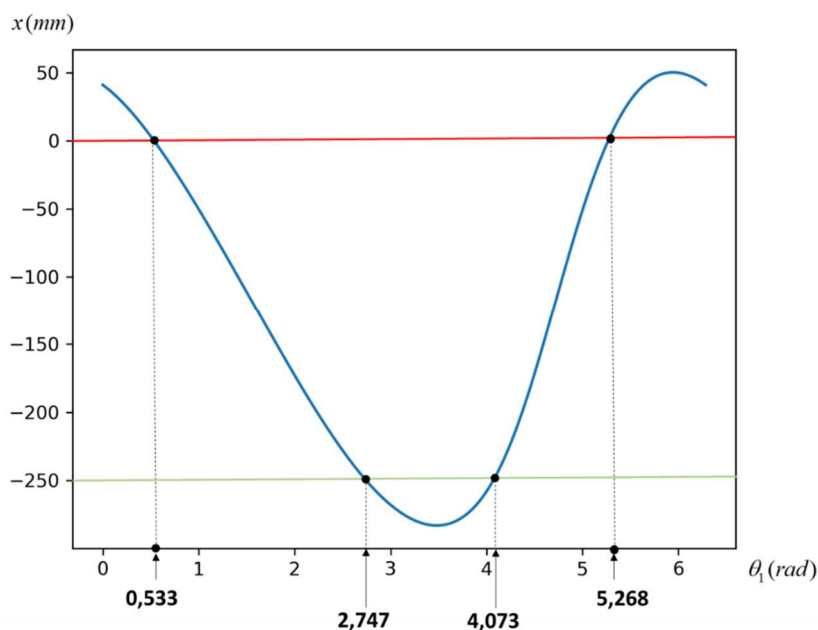

Figure 2 – Evolution de  $x$  en fonction de l'angle  $\theta_1$  du vilebrequin  $S_1$
9. La figure 2 ci-dessous représente l'évolution du paramètre de translation  $x$  en fonction de l'angle  $\theta_1$  obtenue numériquement grâce aux équations de liaison pour les valeurs numériques suivantes :  $L=500$  mm ;  $e=120$  mm ;  $r=100$  mm ;  $b+d=500$  mm.
- a- En supposant que la vitesse angulaire du vilebrequin  $\omega_1 = \dot{\theta}_1$  est constante, expliquer comment il est possible d'estimer les vitesses moyennes durant les phases d'avance et de retour du coulisseau à partir des valeurs portées sur la figure 2.